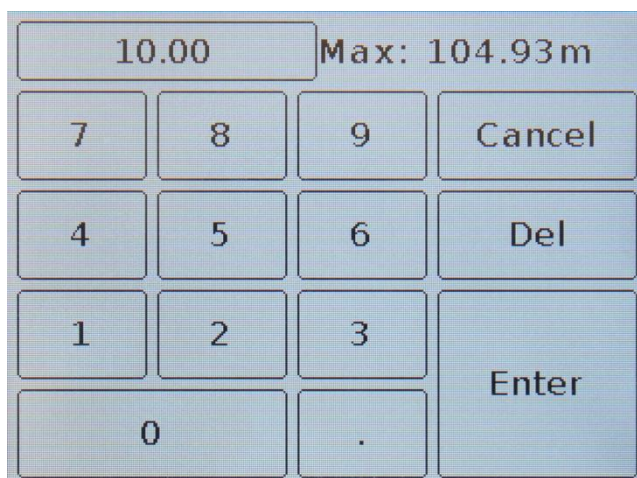

Рисунок 10.12 – Ввод расстояния отображаемого на горизонтальной шкале
10.7.4. Введите значение фактора скорости, значение времени или расстояния определяющее длину горизонтальной шкалы графика (Рисунок 10.12.).